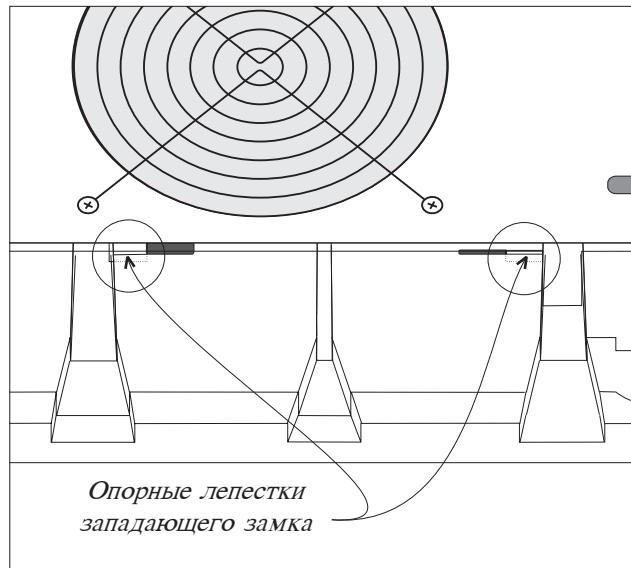

Рис. 8-8 Опорные лепестки западающего замка
3. Обратите внимание на два опорных лепестка "западающих замков", расположенных в передней части силового модуля. См. рис. 8-8. Эти "западающие замки" надежно удерживают модуль в шкафу. При удалении отказавшего модуля слегка поднимите переднюю часть модуля для освобождения опорных лепестков "западающих замков" и затем вытяните модуль из отсека.